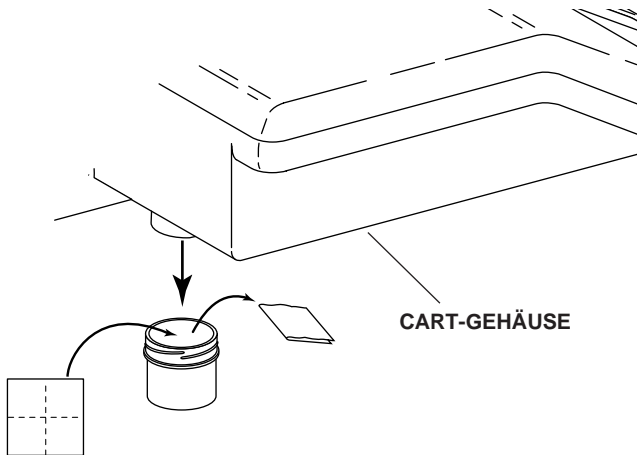

Bild 12. Ölsammler
1. Nehmen Sie den Ölsammelbehälter vom Gerätekopf ab, nehmen Sie die alte Filtergaze heraus, und entsorgen Sie sie (*siehe Bild 12*).